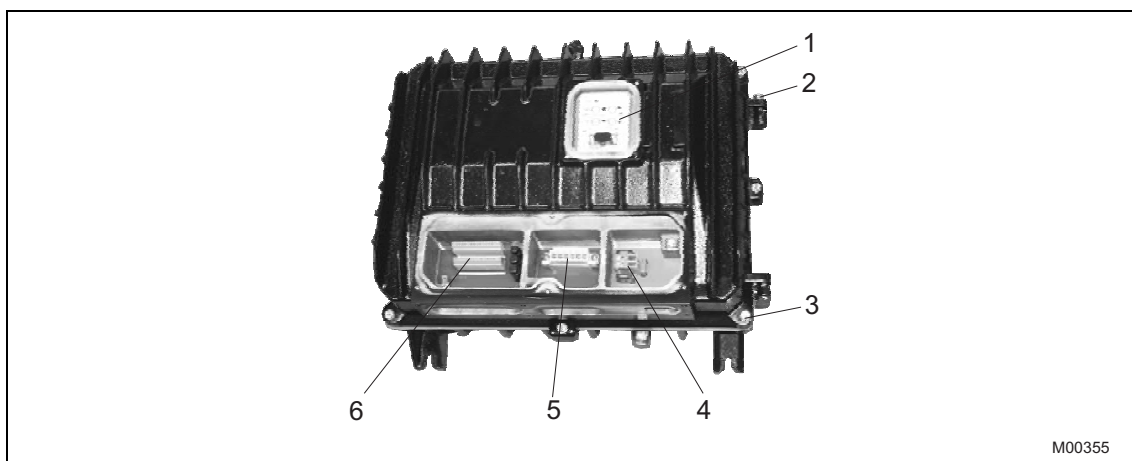

Рис. 10: отсек подключения в EBS862
2. Ослабить и вывинтить винты крышки (Рис. 10, поз. 3).
6. Вывинтить шарнирный винт (Рис. 10, поз. 2).
3. Закрыть корпус, вернуть винты крышки (Рис. 10, поз. 3) и подключить кабели.
4. Снять крышку отсека подключения (Рис. 10, поз. 3).